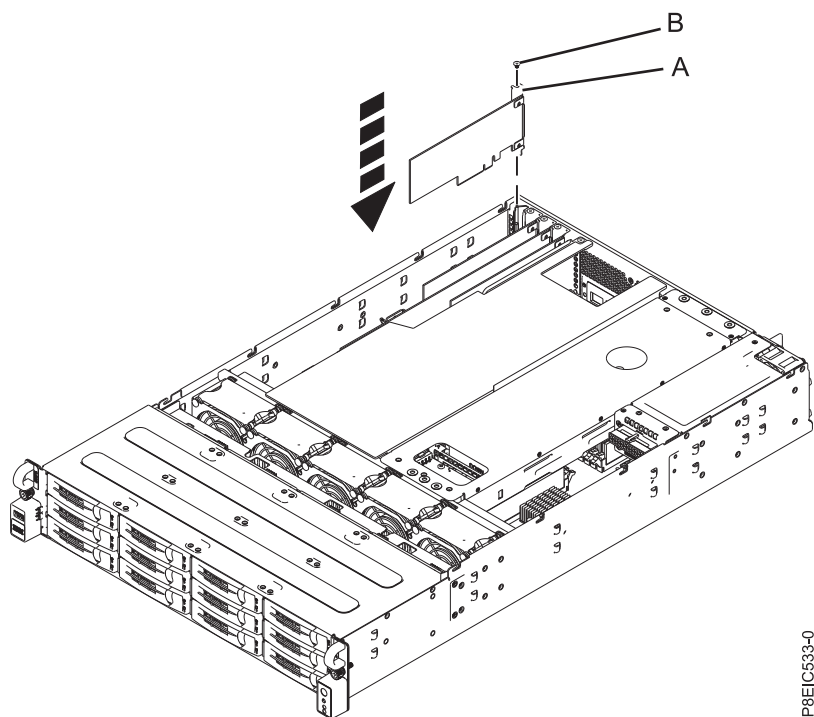

図 49. スーパーキャパシター・モジュール・カード (A) とねじ (B) の取り替え
- b. 保持ねじ **(B)** を挿入し、ねじを締めて、スーパーキャパシター・モジュール・カードをシステムに固定します (46 ページの図 49 を参照)。